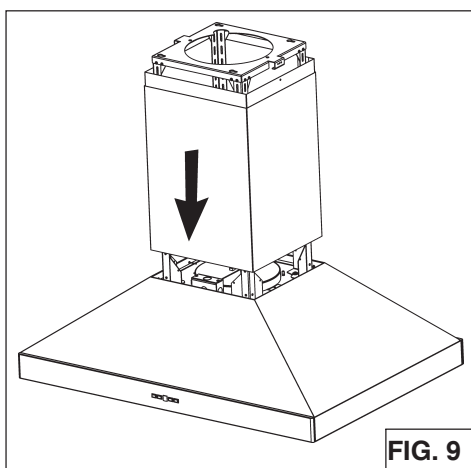
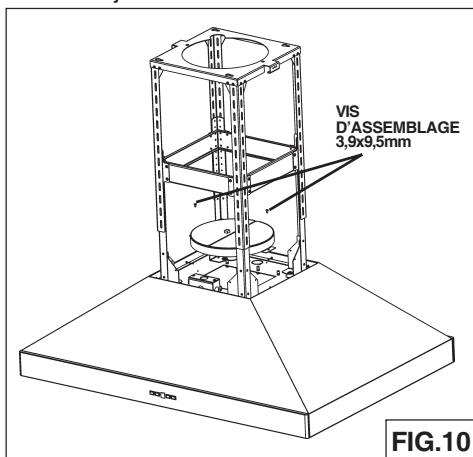

FIG. 9
FIG. 10
- Introduire le **conduit supérieur et inférieur** à la structure de support (Fig.9).
- Monte la campana al techo con los (4) tornillos 6x70mm instalados previamente. Apriete estos tornillos. Instale (2) tornillos de 6x70mm adicionales, como se muestra en la ilustración. Asegúrese de que todos los (6) tornillos estén firmes.
- Fixez la hotte au plafond et installez le (2) vis supplémentaires (6x70mm).
- Fixer le Collier d'évacuation au haut de votre hotte, la fixation a lieu au moyen des 2 vis (3.9x9.5mm) qui se trouvent à l'intérieur du sachet accessoires (Fig.10).